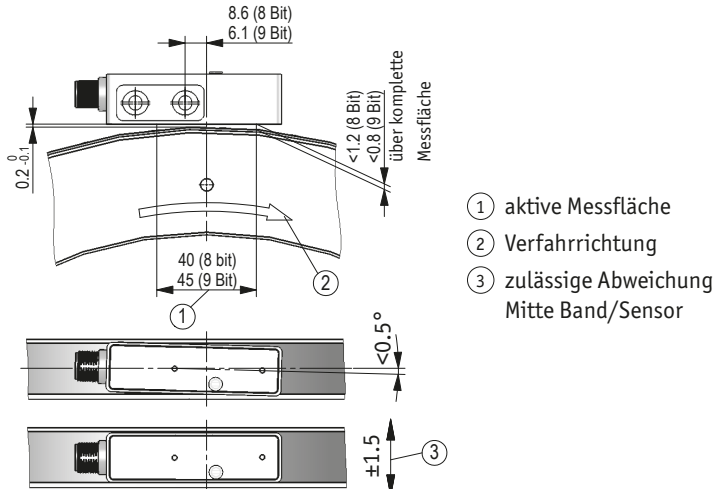
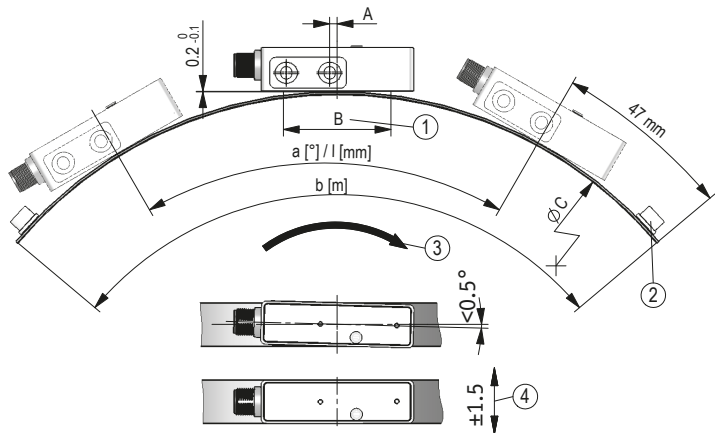

Abb. 1: Montagetoleranzen mit MRAC501
Abb. 2: Montagetoleranzen mit MBAC501 (Maße siehe folgende Tabelle)
- ▶ Auf richtige Ausrichtung des Magnetsensors achten, damit die optimale Abtastung gewährleistet ist (siehe Abb. 1 + Abb. 2).
2. Die Lage des Sensors zum Magnetring/-band ist genau definiert. Bei der Montage ist insbesondere zu beachten, dass über die gesamte Messstrecke zwischen Band und Sensor ein Luftspalt eingehalten wird, unabhängig ob der Ring oder der Sensor bewegt wird (siehe Abb. 1 + Abb. 2). Als Montagehilfe kann die beiliegende Abstandslehre verwendet werden.